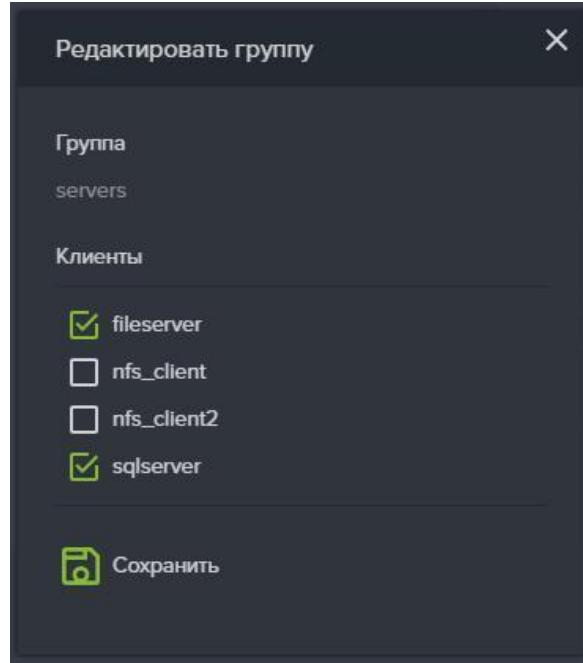

Рисунок 87. Добавление клиентов в группу
3. Нажмите на кнопку «Редактировать» (см. Рисунок 87)